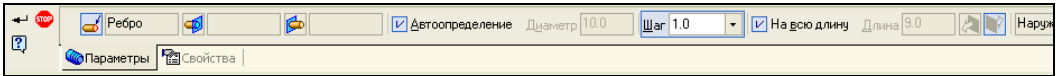

Рис. 25.8. Панель свойств: Условное обозначение резьбы
- ◆ на **Компактной панели** нажмите кнопку-переключатель **Элементы оформления**, а в правой части этой панели нажмите кнопку **Условное обозначение резьбы** . В строке сообщений появился запрос: *Укажите базовый объект*. На экране появилась Панель свойств: Условное обозначение резьбы (рис. 25.8) с двумя вкладками: **Параметры** и **Свойства**. Элементы управления вкладки **Параметры** рассмотрены в табл. 25.1;